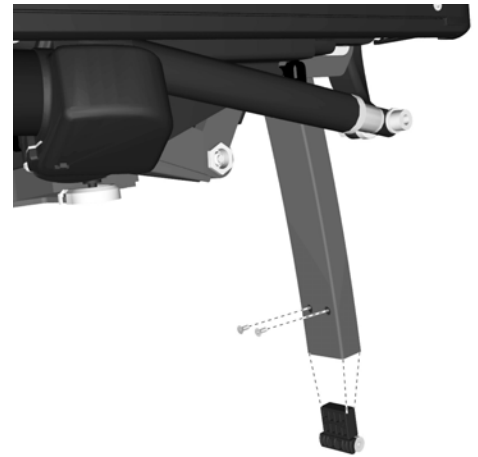

Abbildung 134. Die Gleitbuchse im oberen Abschnitt der Beinstütze ist mit zwei Schrauben befestigt.
2. Befestigen Sie die Gleitbuchse im oberen Abschnitt der Beinstütze mithilfe der zwei Schrauben. Siehe Abb. 134.